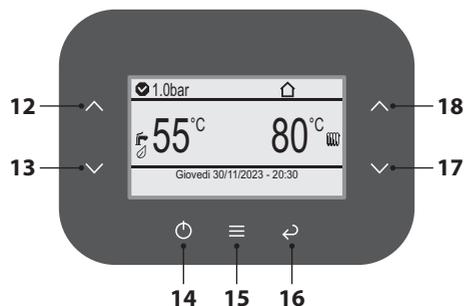

Figura 5.26
- Premere il tasto 15 (Figura 5.26) per portarsi al menu principale (Figura 5.27).
- Premere i tasti 12 o 13 (Figura 5.26) per selezionare il menu desiderato (Figura 5.28).
- Premere il tasto 15 (Figura 5.26) per accedere al menu selezionato (Figura 5.29).
- Premere i tasti 12 o 13 (Figura 5.26) per selezionare il menu desiderato (Figura 5.30).
- Premere il tasto 15 (Figura 5.26) per accedere al menu selezionato (Figura 5.31) (Potenza max CH = parametro **P09**; Potenza max DHW = parametro **P27**).
- Premere i tasti 12 o 13 (Figura 5.26) per selezionare il menu desiderato tra quelli disponibili.
- Premere nuovamente il tasto 15 (Figura 5.26) per evidenziare il valore da modificare.
- Premere il tasto 15 (Figura 5.26) per confermare la modifica o il tasto 16 per uscire senza modificare il valore (ritorno al livello precedente).